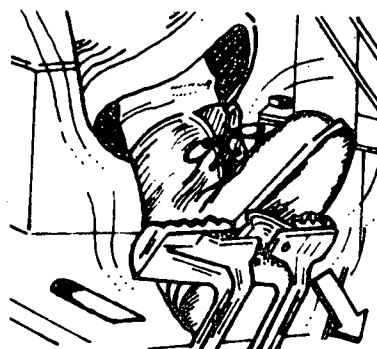

Fig. 8
- c Pise nos pedais dos freios até parar o trator (fig. 8).